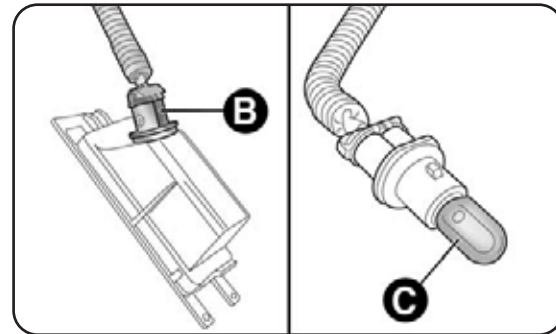

fig. 30
- gire el portalámpara B-fig. 30 hacia la derecha, extraiga la lámpara C y sustitúyala.